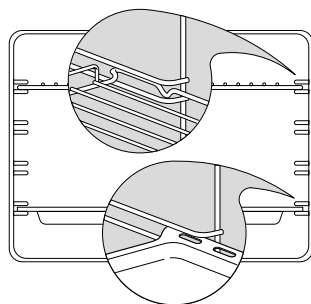

Figure 21 Position correcte des grilles et de la lèchefrite
- Mettez en place les grilles et les plateaux - Fig. 21. Posez-les entre les glissières métalliques, en tournant l'encoche d'arrêt de sécurité vers le bas et vers le fond.